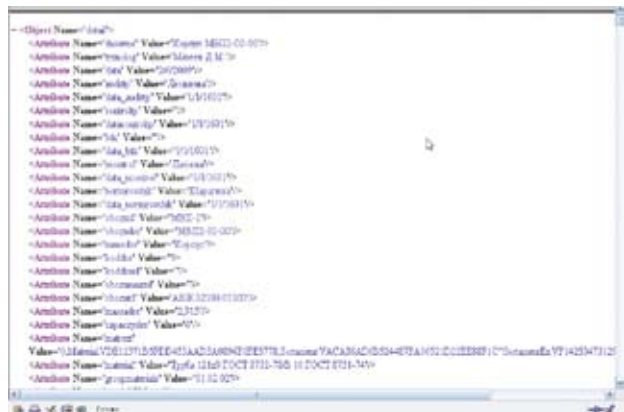

Рис. 5
- файлом, который содержит все основные атрибуты техпроцесса (рис. 5) в формате XML, ассоциируется с объектом техпроцесса и используется для передачи данных о техпроцессе в сторонние приложения. В качестве такого приложения рассматривалась система SAP R/3, также внедряемая на предприятии.